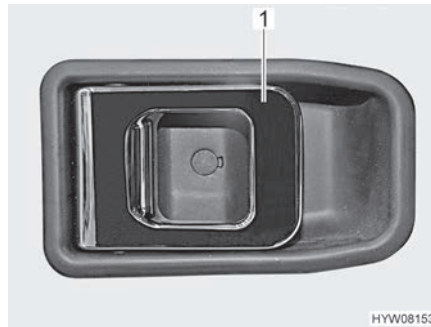

Fig. 33 Serrure de la porte (porte chauffeur, à l'intérieur)
- Tirer sur la poignée (Fig. 33,1). La serrure de la porte se déverrouille et s'ouvre.
- Appuyer sur la poignée (Fig. 33,1). La serrure de la porte se verrouille.